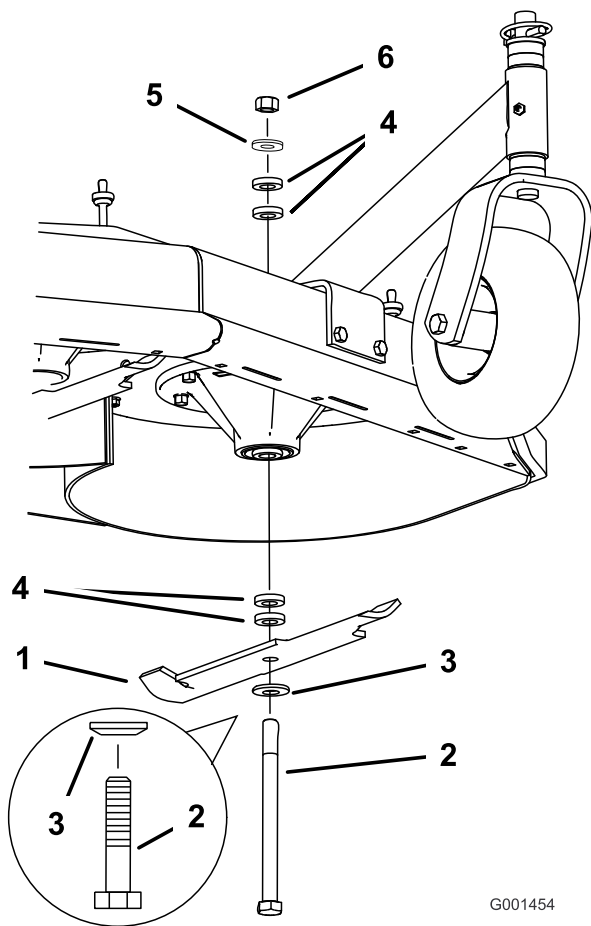

Figura 56
2. Retire la tuerca, el perno de la cuchilla, la arandela curva, la cuchilla, los espaciadores, y la arandela fina del eje (Figura 56).
- Instale la arandela curva y luego la cuchilla en el perno. Seleccione el número correcto de espaciadores para la altura de corte deseada, y deslice el perno dentro del eje (Figura 56).
- Instale los espaciadores restantes, en su caso, y sujételos con una arandela fina y una tuerca (Figura 56).